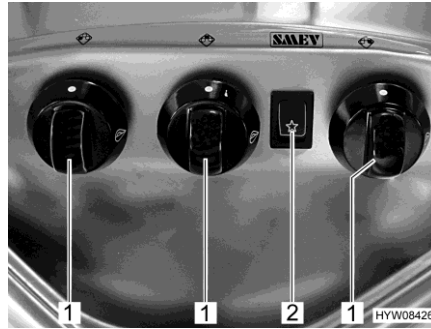

Bild 142 Reglage, knappar (gasspis)
- Vrid vridregulatorn (Bild 142,1) till önskad låga till tändningsläge (stor låga).
- Tryck på vippkontakten (Bild 142,2). Nu bildas tändgnistor vid brännaren.